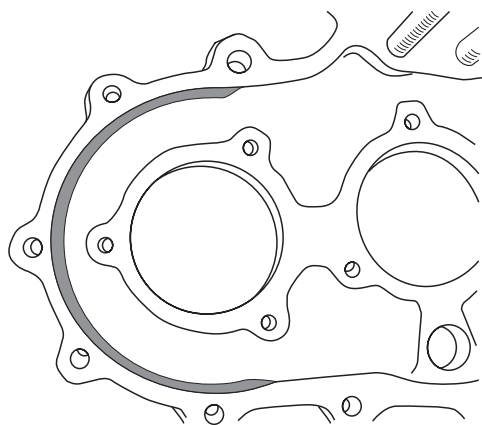

Рис. 9
2. Установите на вал привода переднего моста шестерню из комплекта. Вал с шестерней в сборе установите в корпус. Доработайте корпус, как у вала заднего моста. После доработки крышка будет выглядеть как на **Рис. 9**. Доработанная область на рисунке обозначена серым цветом.